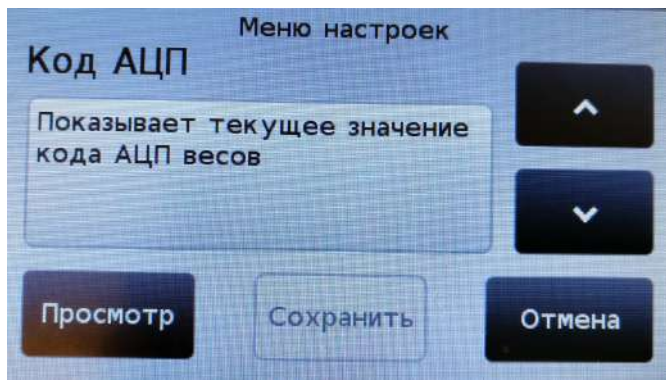

Рис. 8.4.1. Просмотр кода АЦП.
8.4.1. Войдите в меню установки режимов работы (см. п. 8.1.1, стр. 8) и кнопками «**^**» и «**v**», выберите пункт «**Код АЦП**» (см. рис. 8.4.1) и нажмите на кнопку «**Просмотр**».